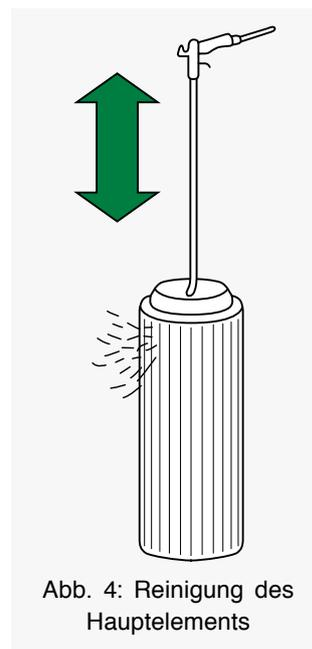

Abb. 4: Reinigung des Hauptelements
- Zur Reinigung ein Rohr auf eine Druckluftpistole setzen, dessen Ende um ca. 90° umgebogen ist. Das Rohr muss so lang sein, dass es bis zum Boden des Filterelements reicht. Das Filterelement mit trockener Druckluft (max. 5 bar) vorsichtig von innen nach außen, bzw. von Reinseite nach Rohseite ausblasen, bis keine Staubeentwicklung mehr auftritt. Die Spitze des Rohres darf das Element nicht berühren (siehe Abb. 4).